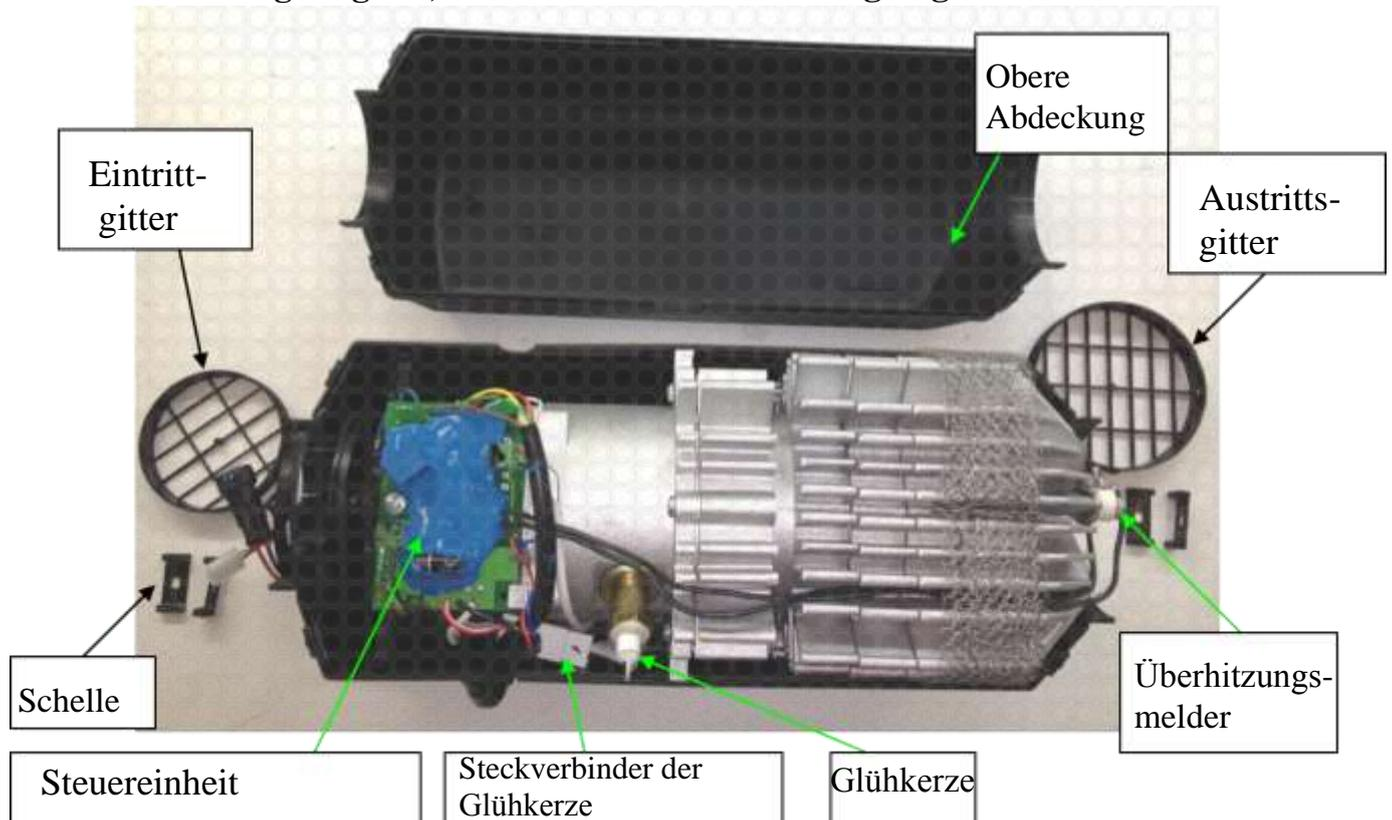

Abb. 1 – Luftherhitzer mit abgenommener Abdeckung
Die Bauteile des Lufterhitzers sind im Katalog der Ersatzteile und Baugruppen aufgelistet. Die Heizgeräte PLANAR-44D-12 und PLANAR-44D-24 unterscheiden sich voneinander durch Steuereinheit, Kraftstoffpumpe, Glühkerze und Luftgebläse. Zu Austausch und Überprüfung der Funktionsfähigkeit der einzelnen Teile des Lufterhitzers muss der Lufterhitzer teilweise zerlegt werden. **Ein teilweises Zerlegen des Lufterhitzers (Abb. 1) ist auch im Fahrzeug möglich, wenn die obere Abdeckung abgebaut werden kann.**
- Steckverbinder der Glühkerze herausziehen (Abb. 1);
- die obere und untere Abdeckung abnehmen (Abb. 1);